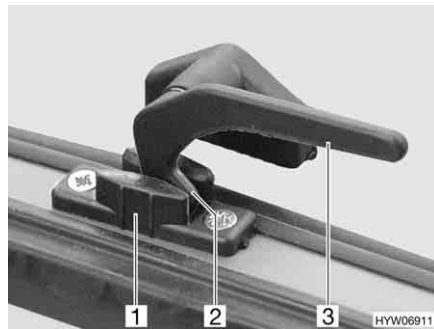

Bild 66 Verriegelungshebel in Stellung "Dauerbelüftung"
- in Stellung "Dauerbelüftung" (Bild 66)
- Alle Verriegelungshebel (Bild 66,3) eine viertel Umdrehung zur Haubenmitte hin drehen.
- Alle Verriegelungshebel wieder zurückdrehen. Die Verriegelungsnase (Bild 66,2) dabei in die Aussparung der Haubenverriegelung (Bild 66,1) einfahren.